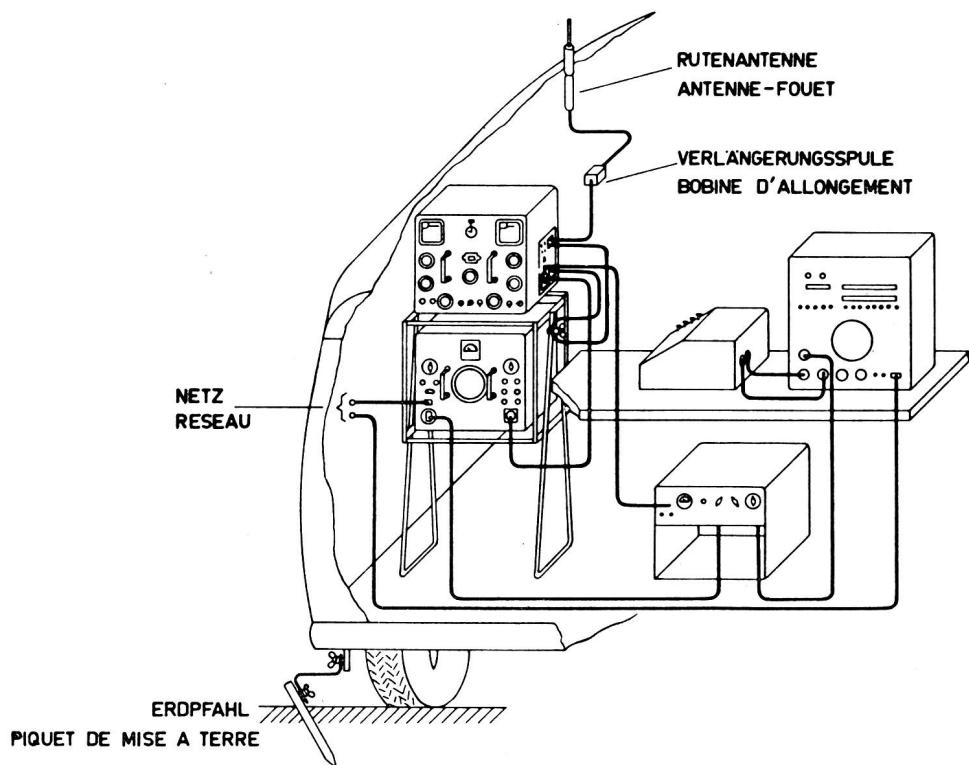

Fig. 31
- e) La station montée dans la voiture en commande local avec ETK voir fig. 31